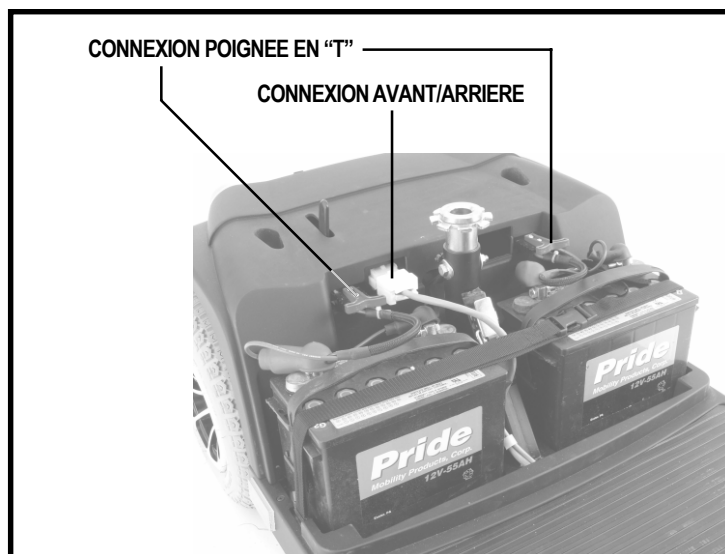

Figure 14. Connexions des câbles
5. Débranchez les deux connexions à poignée en "T" des batteries. Voir la figure 14.
6. Débranchez le câble gris qui relie la console du guidon au module électronique à l'arrière. Voir la figure 14.